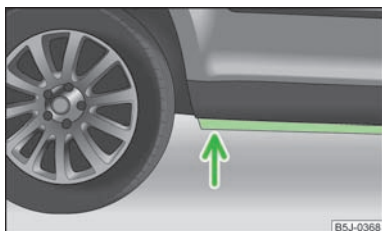

Fig. 114
- Avant de franchir une nappe d'eau, déterminez la profondeur de l'eau. Le niveau de l'eau ne doit pas dépasser le longeron inférieur » fig. 114 ;